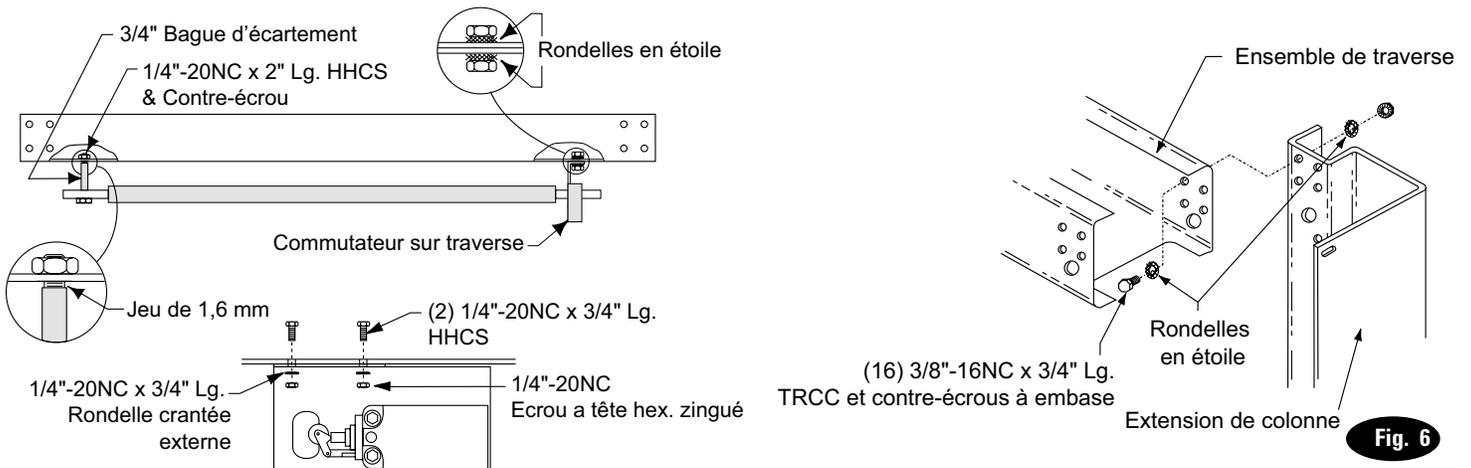

Fig. 6
7. Installer l'ensemble de traverse sur les extensions de colonne en utilisant (16) TRCC 3/8"-16NC x 3/4" de long, des contre-écrous à embase et des rondelles en étoile, Fig. 6.